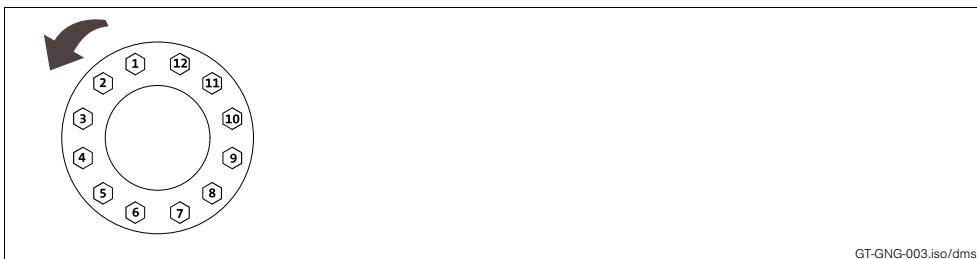

Рис. 8 Объяснение: "по очереди"
4. По очереди слегка ослабить зажимные винты (2), **не** выкручивать!
7. По очереди равномерно за несколько циклов затягивать зажимные винты (2) (смотрите Рис. 8), пока все винты не будут затянуты с соответствующим моментом затяжки (смотрите Таб. 7).